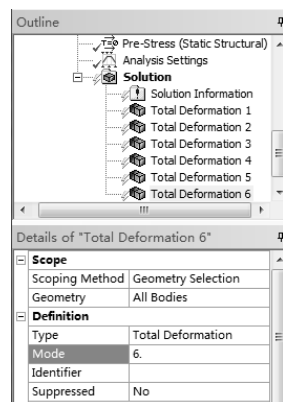

图 12-38 插入模态求解结果
3) 同理, 插入其他 5 个模态求解结果, 如图 12-38 所示。